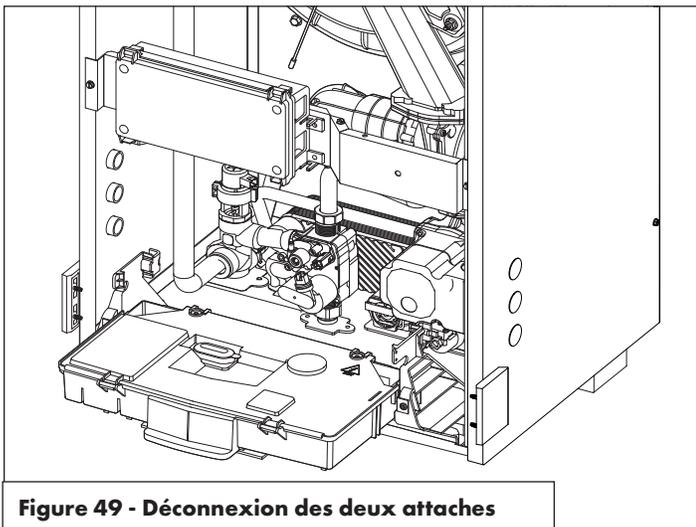

Figure 49 - Déconnexion des deux attaches
- Retirez les deux attaches, voir la figure 49.